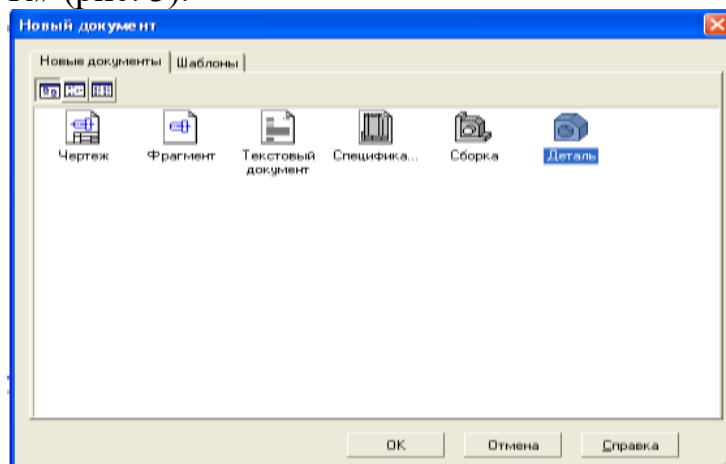

Рис. 3. Диалоговое окно «Новый документ».
2. В диалоговом окне укажите тип создаваемого документа «Деталь» и нажмите кнопку «OK» (рис. 3).